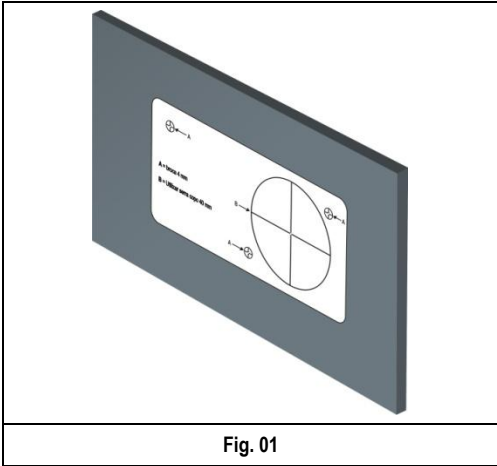

Fig. 01
1. Fazer os furos no painel com o auxílio do Diagrama de Furação (**Fig. 01**).
1. Haga los agujeros en el panel con el auxilio del Diagrama de Perforación (**Fig. 01**).
1. Percez des trous dans le panneau avec l'aide du Diagramme de Forage (**Fig. 01**).
1. Drill holes on the panel using the Drilling Diagram (**Fig. 01**).